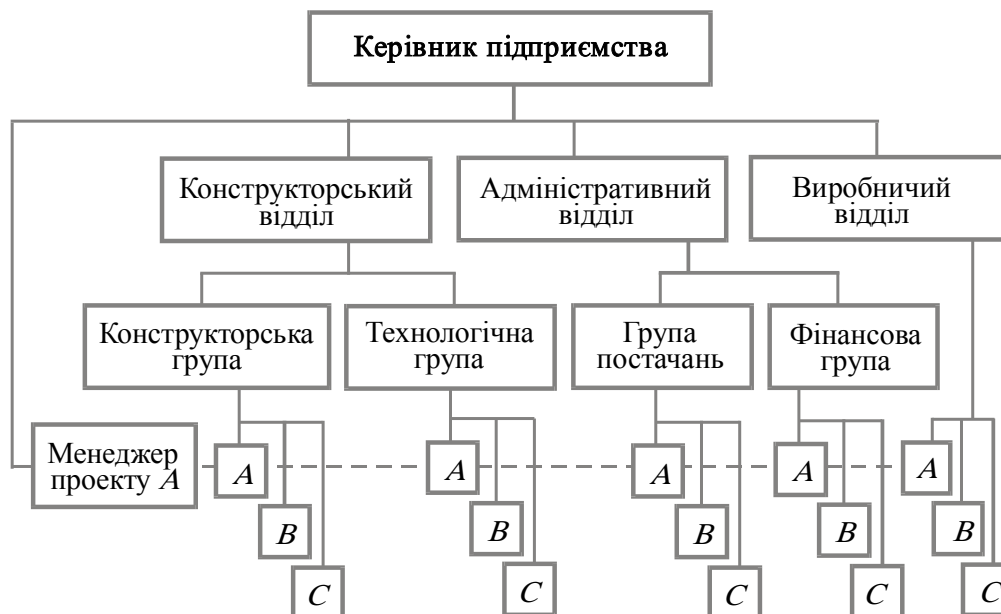

Рис. 4.1. Схема функціональної матричної структури
- **зовнішня оргструктура проекту** — визначає відносини між менеджером проекту і членами проектної команди та функціональними керівниками і службами у фірмі (рис.4.1).